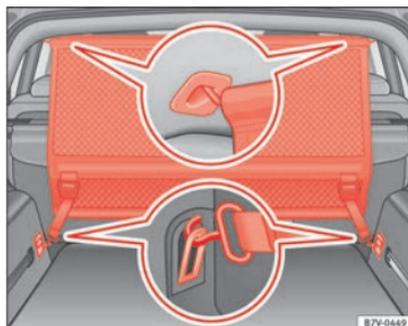

Fig. 166 Dans le coffre à bagages : mettre en place le filet de séparation derrière la deuxième rangée de sièges.
- Accrochez le filet de séparation au support arrière gauche du pavillon » fig. 166. Veillez pour cela à guider la barre depuis la partie supérieure vers le bas.
- Fixez les deux crochets du filet de séparation sur les sangles avant du coffre à bagages » fig. 166 puis tendez les ceintures.
- Accrochez le filet de séparation au support avant gauche du pavillon » fig. 166. Veillez pour cela à guider la barre depuis la partie supérieure vers le bas.
- Libérez les crochets du filet de séparation des œillets » fig. 166.
- Décrochez le filet de séparation du support droit du pavillon » fig. 166 en appuyant sur la barre.